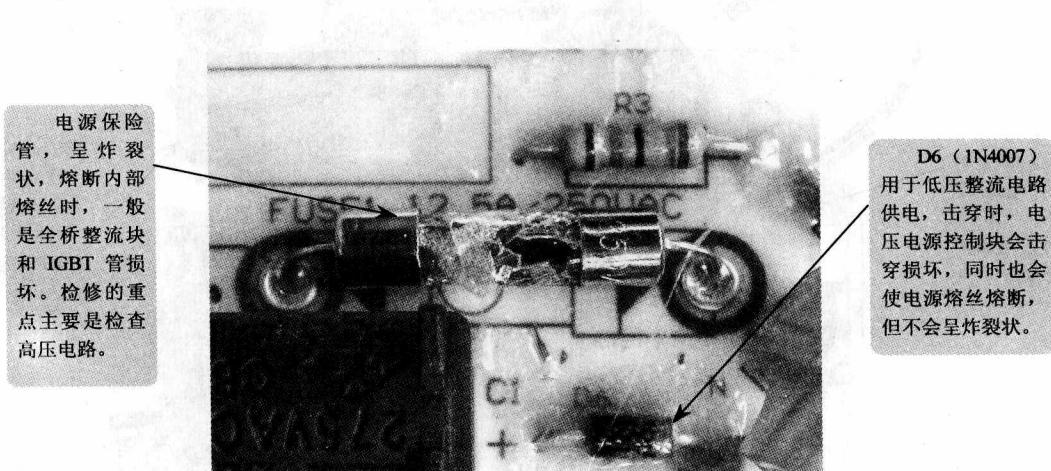

图 1-1 美的 C19—SH1982 型电磁炉电源保险管炸裂实物图
**检查与分析:** 电磁炉无电, 主要表现在接通电源时, 没有任何反应, 这时常有两种情况: 一种是电源熔丝熔断, 主要是高压整流块、IGBT 管等被击穿、漏电或过流; 另一种是电源熔丝完好, 这时主要是低压电源损坏。因此, 检修时可首先通过检测电源插头进行初步判断, 然后再拆壳检查, 如光盘中“01 无电检修”所示。结果保险管炸裂, 如图 1-1 所示。